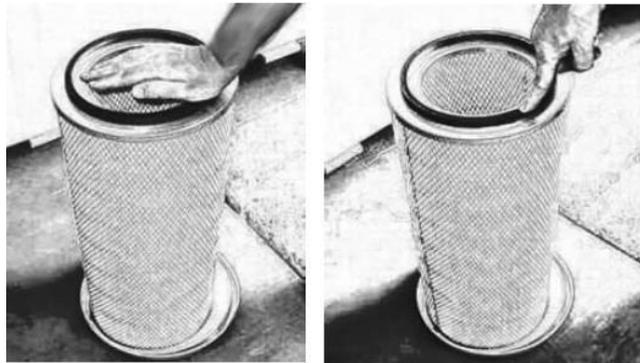

Fig3-14 Rubber Ring Installation
4.5.2.2 Для нового фільтруючого елемента перевірте еластичність і герметичність гумового кільця. Притисніть гумове кільце рукою та надійно з'єднайте його з фільтруючим елементом (див. Рис. 3-14 Встановлення гумового кільця).